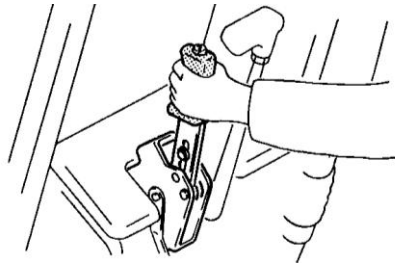

Fig. 7.5 Freno de estacionamiento
1. Verifique la fuerza de operación requerida para tirar por completo de la palanca del freno de estacionamiento. (Acerca de la fuerza de operación, vea la sección de Datos de Servicio) (Ver Fig. 7.5)